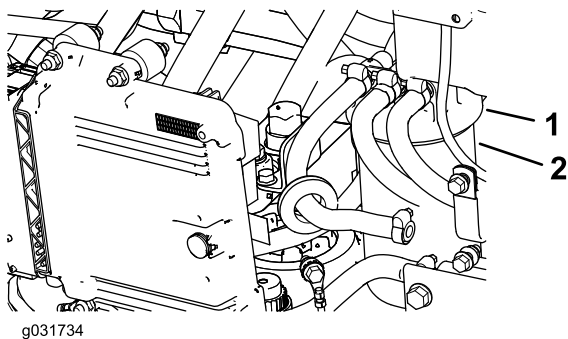

Рисунок 101
1. Очистите поверхность вокруг головки топливного фильтра (Рисунок 101).
2. Снимите фильтр и очистите монтажную поверхность головки фильтра (Рисунок 101).